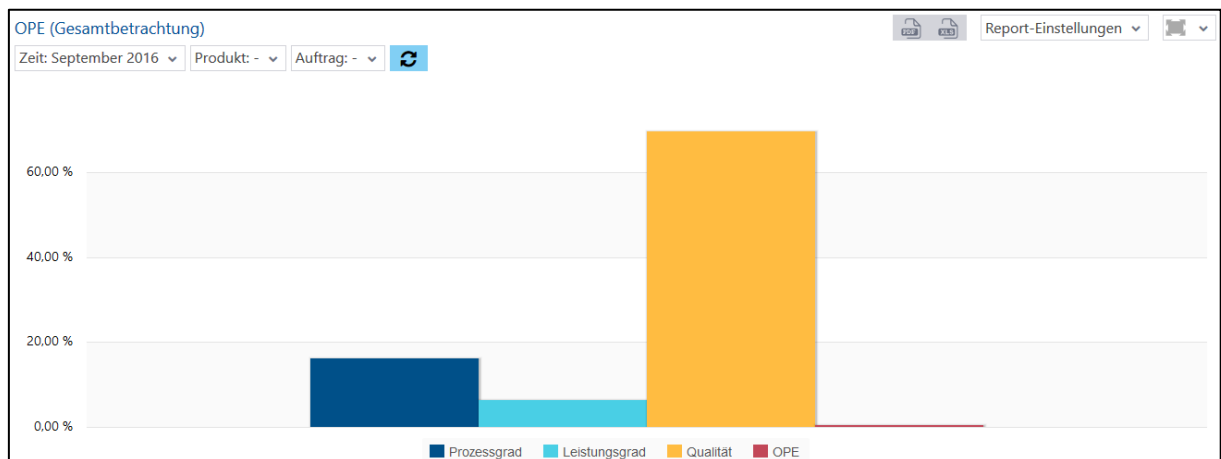

Bild 124: OPE-Report als Säulendiagramm
- OPE-Report als Säulendiagramm (Bild 124):